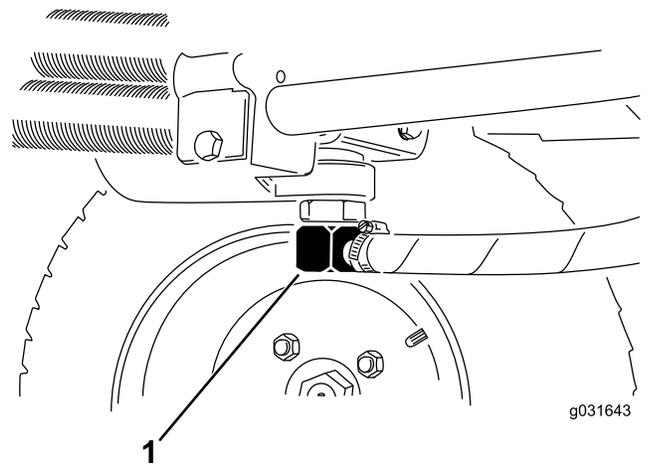
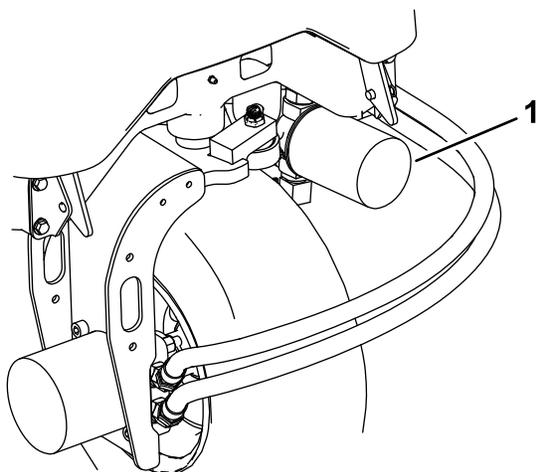

图 65
图 67
2. 断开液压管线与油箱的连接或卸掉液压油滤芯让液压油流入放油盘 图 67和 图 65。
3. 液压油停止排出时安装液压管线 图 65。
3. 清洁滤芯安装区周围的区域在滤芯下面放置一个放油盘然后拆下滤芯 图 67。